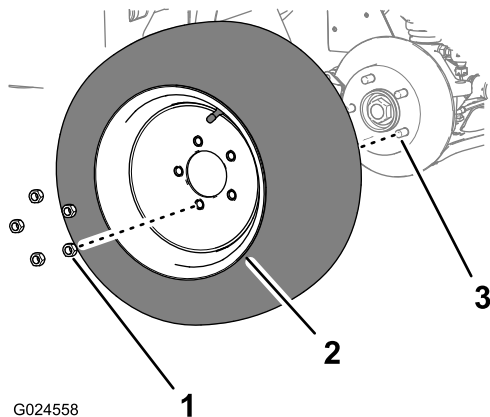

Figura 16
1. Îndepărtați cele 5 prezoane care fixează roata faă pe butucul roii (Figura 16).
2. Îndepărtați roata de la butuc (Figura 16).